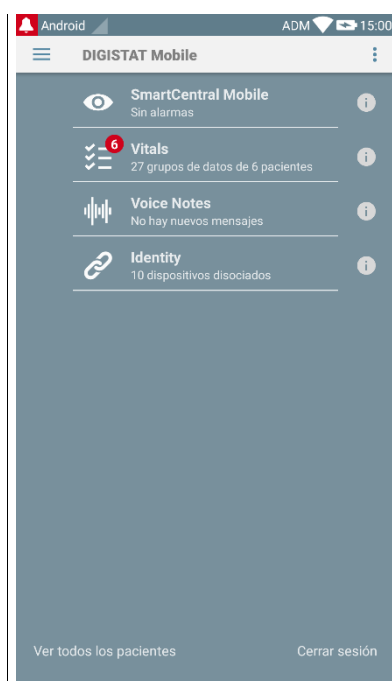

Fig 76
- Tocar la fila correspondiente en la pantalla del dispositivo de mano (Fig 76)